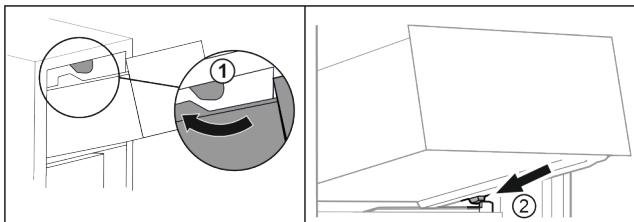

Fig. 74
- Veděte zásuvku podél horních zarážek. Fig. 74 (1)
- Nasadte zásuvku šikmo za dolní zarážky na žebrování na nádoby. Fig. 74 (2)